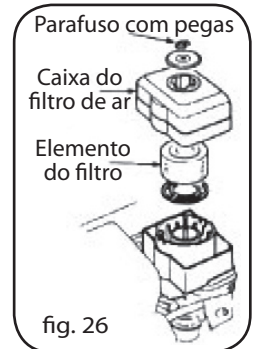

fig. 26
**Filtro em banho de óleo (Fig. 26)**